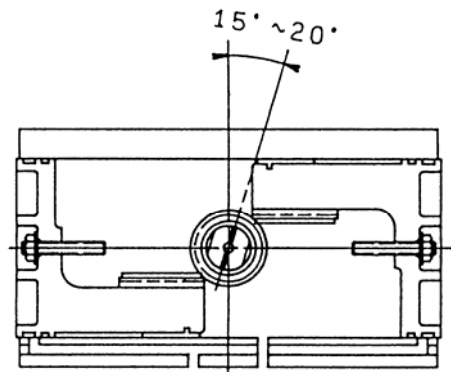

图 10-11.
- 输出轴 (104) 装配好后, 将输出轴方头部位的 V 形槽处于如图 10-11 所示的位置。
- 在保持图 10-11 所示角度的同时, 将活塞 (102)、气缸的两侧装入。当两个活塞的齿条部位和输出轴上的齿轮接触后, 用扳手卡住轴出轴的方头部位, 并逆时针转动, 使齿轮与齿条啮合, 活塞向内部移动。
- 活塞装配结束后, 使输出轴逆时针旋转, 必须确认输出轴方头部的 V 形槽与气缸 (101) 近似成平行, 如稍有偏差, 可用设在活塞中心部位的内限位螺钉进行调整, 如相差较大, 则须重新进行装配。